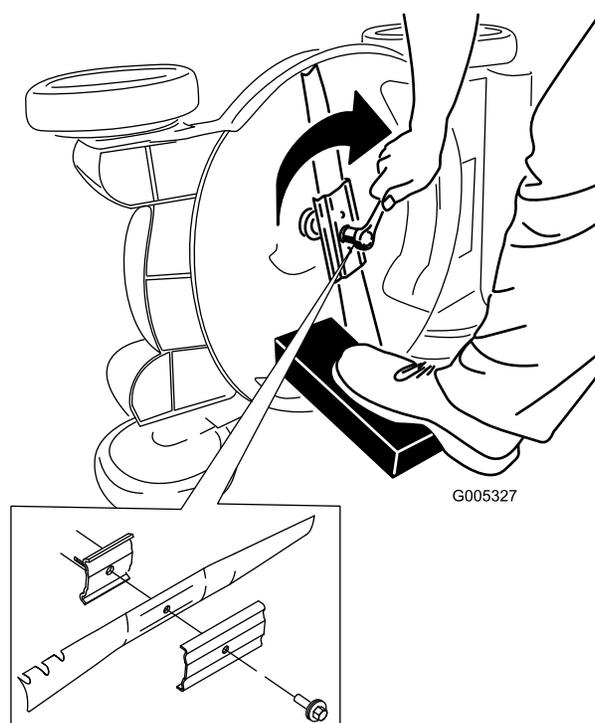

Figure 41
5. Montez la nouvelle lame et toutes les fixations (Figure 41).